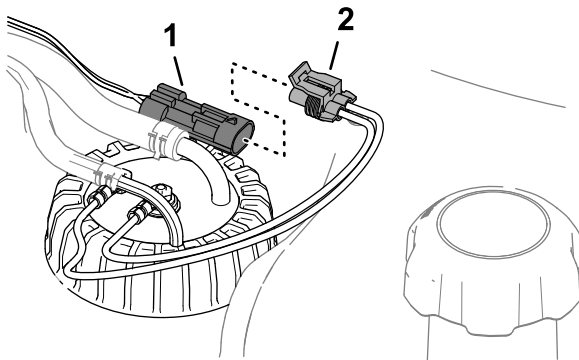

図 119
3. マシンのワイヤハーネスの 2ピンコネクタから、燃料センダのハーネスの 2ソケットコネクタを外す **図 119**。